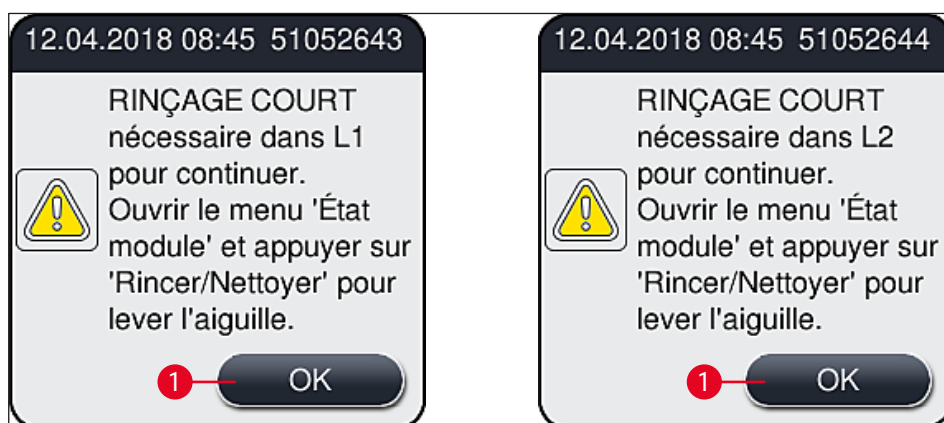

Fig. 51
- ① Quand la phase d'initialisation est terminée, le menu principal (→ Fig. 19) apparaît à l'écran et l'utilisateur est informé (→ Fig. 51) qu'un **Rinçage court** est requis pour la ligne de recouvrement des lamelles utilisée. Accusez réception des messages en appuyant sur **OK** (→ Fig. 51-1) et suivre les instructions qui s'affichent (→ P. 125 – 7.3 Préparation du système de tuyaux pour le rinçage et le nettoyage).